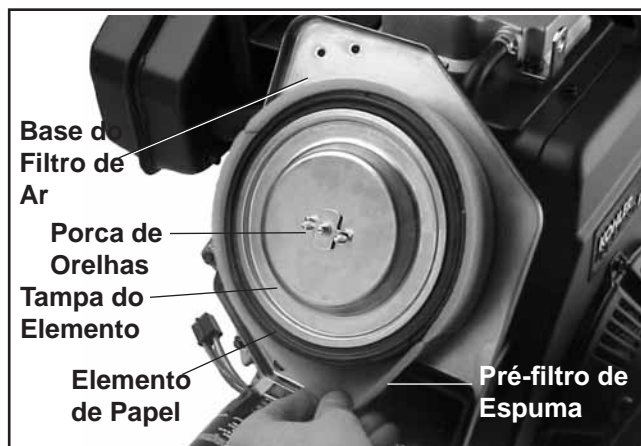

Figura 9-5. Retirar os Elementos do Filtro de Ar.
2. Retire a porca de orelhas, a anilha, a tampa do elemento, o elemento e o pré-filtro. Consulte a Figura 9-5.